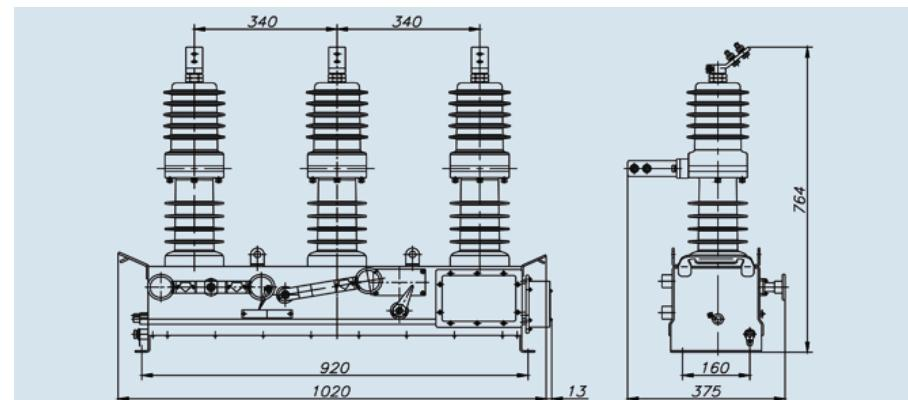

Рис. 6.1 Выключатель без трансформатора тока
6.1 Выключатель без трансформатора тока (см. рис. 6.1)